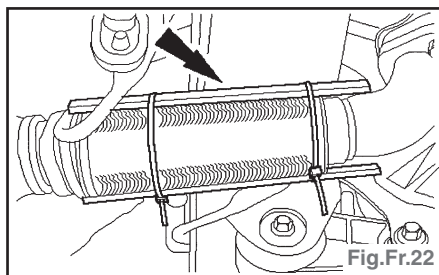

Fig.Fr.22
- Soutenir le flexible d'échappement à l'aide d'une enveloppe de soutien ou d'un renfort approprié (Fig.Fr.22).